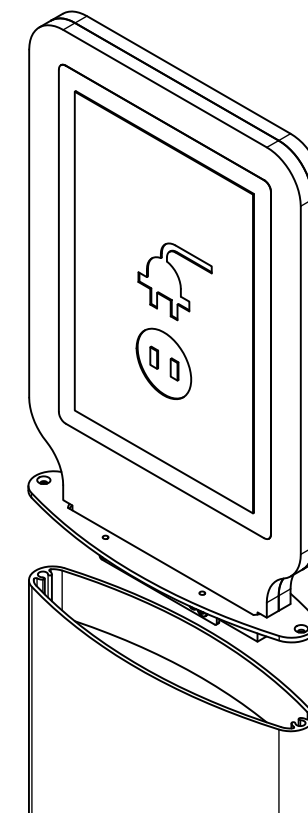

FIGURE 5
1) Unités munies d'un ensemble de lumières : Fixer l'ensemble en serrant les vis à un couple de 1,13 Nm (10 lbpo). (**Figure 5**)